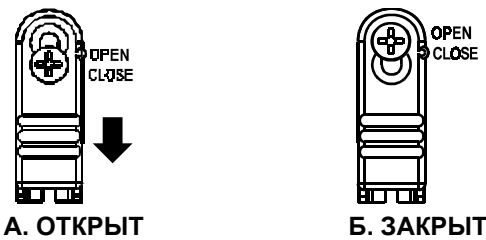

Рисунок 13. Закрепление кронштейна
- Е. Вы увидите, что устройство крепления кронштейнам находится в открытой позиции – см. Рис. 13, часть А.
3. Передвиньте замочек вниз так, как показано на рис. 13 Б.